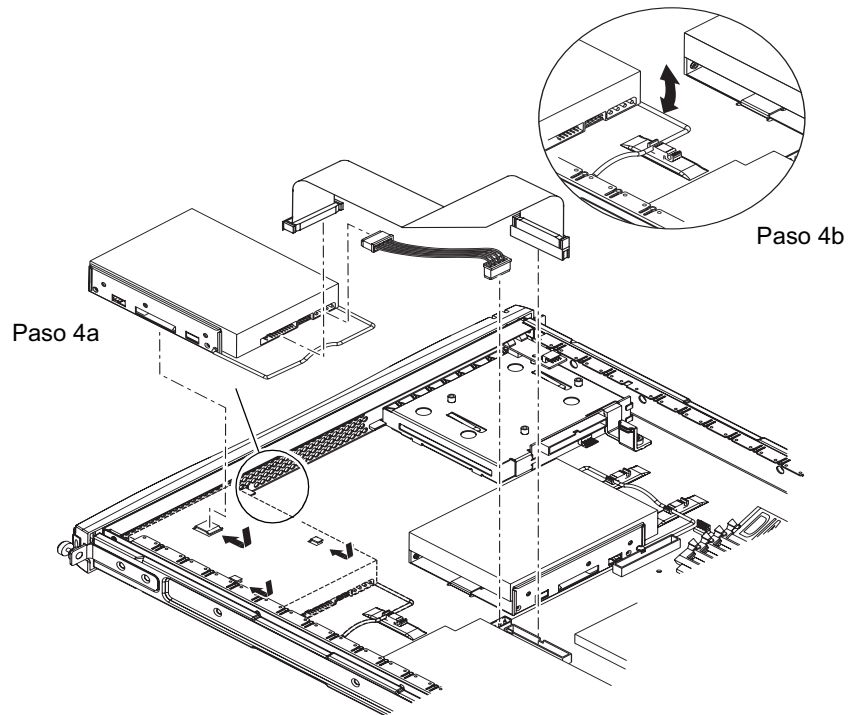

FIGURA 8-8 Instalación de una unidad de disco duro
4. Inserte y alinee la nueva unidad de disco duro (consulte la FIGURA 8-8).
5. Conecte los cables de alimentación eléctrica y de datos (consulte la FIGURA 8-8).